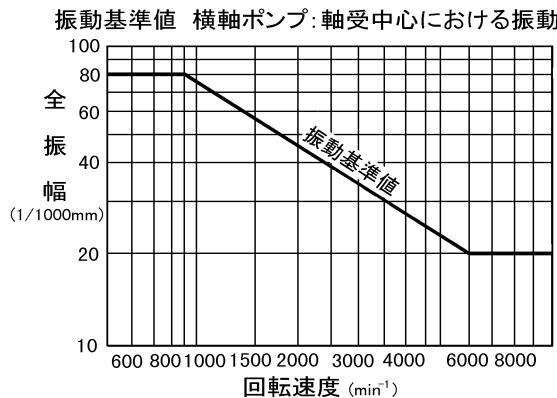

図27
- (3) 軸受許容温度は、室温+40°C以下かつ75°C(軸受表面温度)以下です。
- (4) 軸封にメカニカルシールを使用の場合は、正常ならば水漏れはほとんどありません。水漏れが多くなった場合は交換してください。グランドパッキンを使用の場合は、水漏れ量約20mL/minが適当です。グランドパッキンの締めすぎや片締めは、故障の原因になります。
- (5) 据付や配管工事が正しく施工されている場合の、振動基準値を図27に示します。